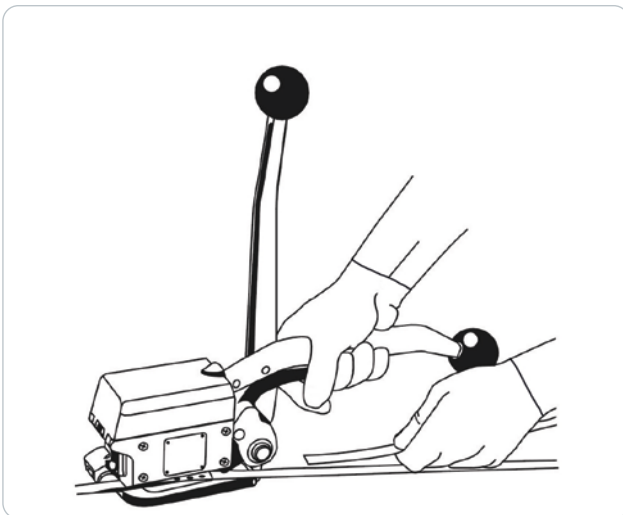

Figura 5
7. Tenere l'estremità tagliata con la mano sinistra e sollevare il bilanciante con la mano destra. Estrarre l'estremità della cinghia dal dispositivo dal lato sinistro. Guidare il dispositivo verso destra allontanandolo dalla reggetta (Figura 5).